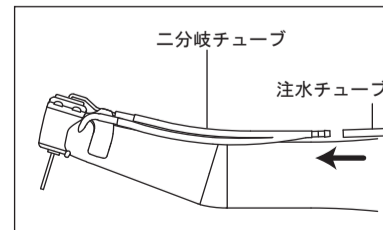

図 5
- 二岐注水チューブに注水チューブを奥までしっかり挿し込みます。（図5）